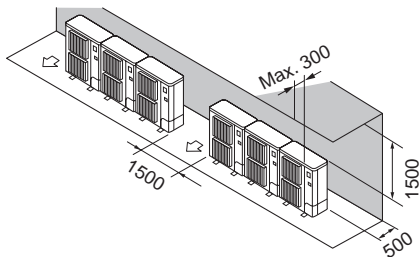

Fig. 2-13
- ② Hindernisse nur auf der Rück- und Oberseite (Fig. 2-13)